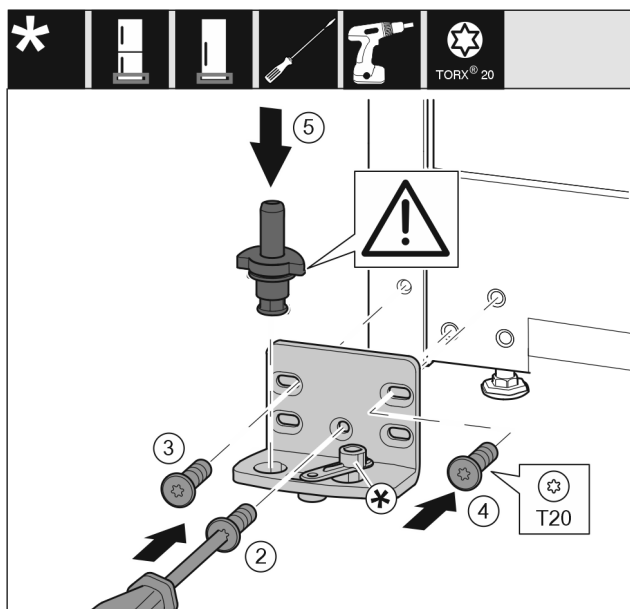

Fig. 17
- ▶ 将托架安装到另一侧，并借助 T20 螺丝刀旋紧。用螺钉 2 从底部的中心开始。 Fig. 17 (2)
- ▶ 拧紧螺钉 3 和 4。 Fig. 17 (3,4)
- ▶ 将轴承螺栓完全装入。同时注意止动凸轮需指向后方。 Fig. 17 (5)